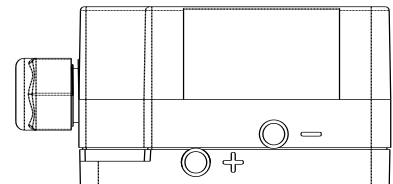

图 4
2. 软管连接。配件中提供了一条长 2m, 内径 6.0mm 的塑料软管, 可视现场情况裁剪使用。建议用尽可能短的软管, 连接上述连接附件和开关体上的压力接口。高压端接到“+”口, 位于开关体的底部。低压端接到“-”口, 位于开关体的中部, 如图 4。